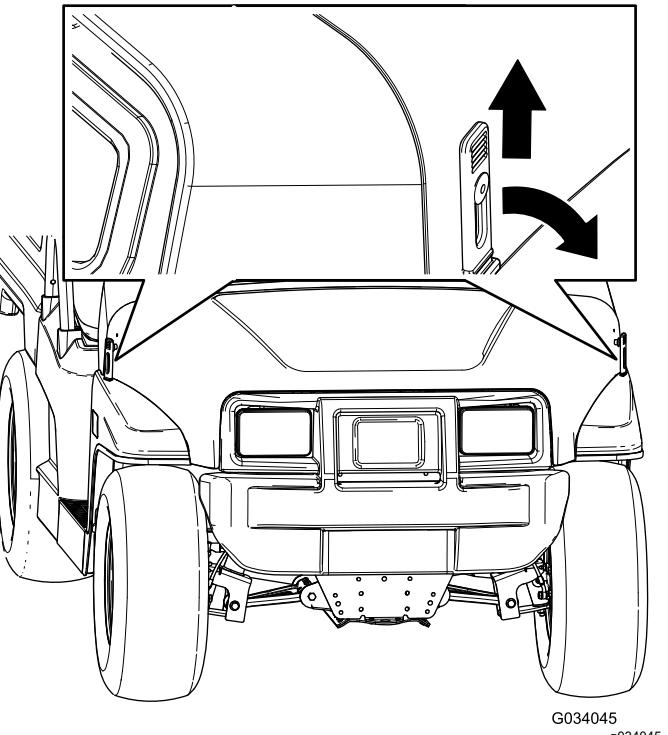

图 24
1. 向上提起引擎盖两侧橡胶闩锁上的手柄 图 24。
2. 将橡胶闩锁与引擎盖两侧的锁锚对齐固定引擎盖 图 24。